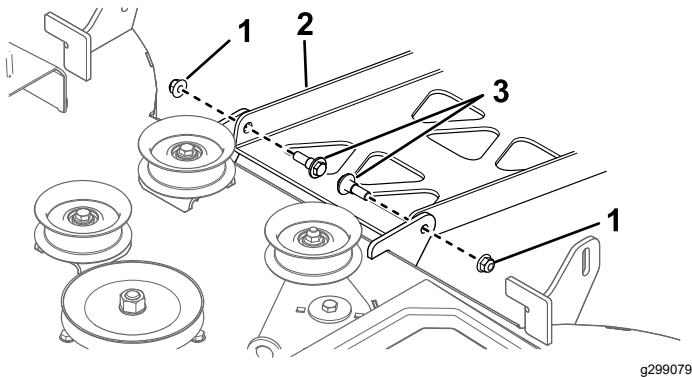

Figura 63
4. En la parte trasera de la carcasa de corte, retire los 2 pernos de cuello largo y las tuercas que sujetan la carcasa al soporte de giro (Figura 63).
9. Sujete la parte trasera de la carcasa al soporte de giro usando los pernos de cuello largo y las tuercas que retiró anteriormente (Figura 63).